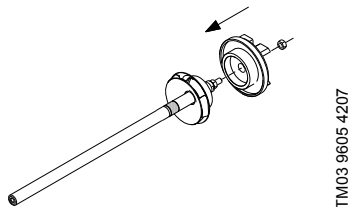

Рис. 19 Установка рабочего колеса и державки на вертикальный вал
1. Положить вал (поз. 51), если это необходимо, и установить рабочее колесо, демонтированное последним, затем на дно рабочего колеса поместить державку (поз. В). Следует соблюдать осторожность, чтобы не повредить втулку подшипника (поз. 47b). Смотри рис. 19.